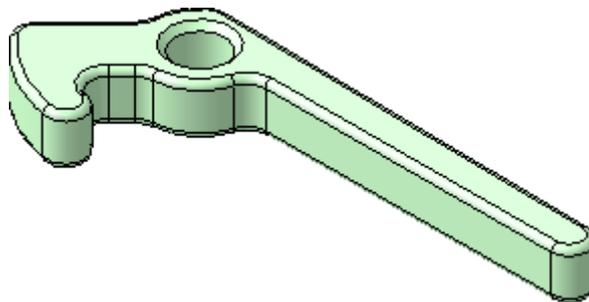

Рис. 57
- затем укажите на кромку отверстия, чтобы она удалилась из набора (рис. 57) – на панели свойств должно отобразиться **Грани 0, Ребра 15**;
С обеих сторон отверстия самостоятельно выполните фаску размером  $0,5 \times 45^\circ$  (рис. 57). Создайте объект спецификации на деталь. Скройте отображение вспомогательных объектов и сохраните документ.